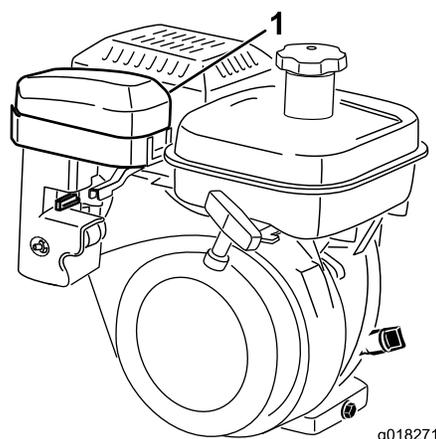
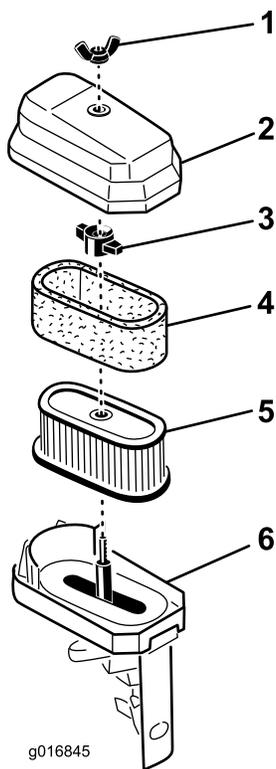

Figura 36
Figura 37
- Pulite il coperchio (Figura 36 e Figura 37).
- Se l'elemento in schiuma sintetica è sporco, rimuovetelo dall'elemento di carta (Figura 37). Pulitelo come indicato di seguito.